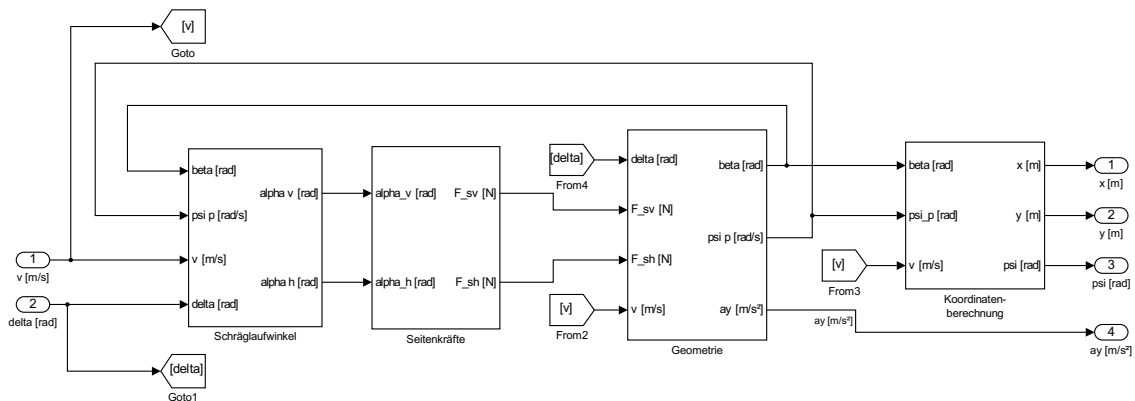

Abbildung 3: Fahrzeug
**Aufgabe 1:** Implementieren Sie die Gleichungen 1 bis 9 des nichtlinearen Einspurmodells in das Subsystem *Fahrzeug*. Verwenden Sie dazu die in Abbildung 3 dargestellte Struktur.